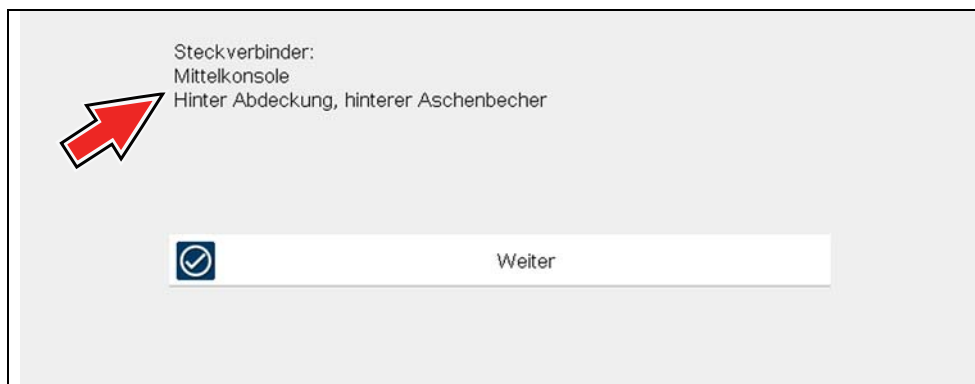

Abbildung 4-2
2. Prüfen Sie nach der Identifizierung des Fahrzeugs mit der Scanner- oder OBD-II/EOBD-Funktion (siehe Fahrzeugidentifikation auf Seite 18) die-auf dem Bildschirm angezeigten Informationen zum Datenkabelanschluss, zur Verwendung und zur Position des DLC (Abbildung 4-2).